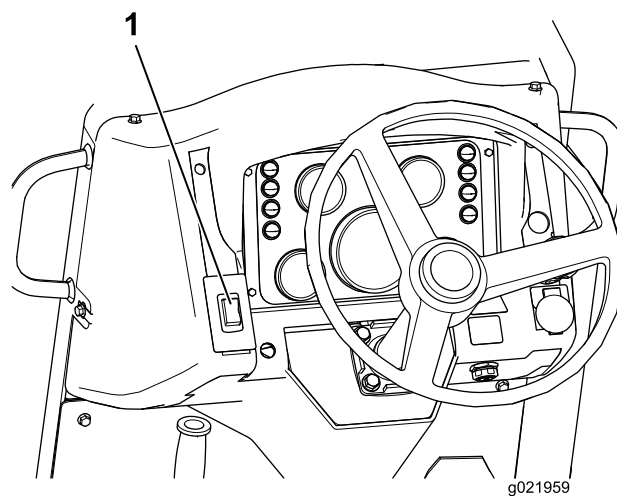

Рисунок 25
1. Нажмите переключатель стояночного тормоза (Рисунок 25) вверх, чтобы включить стояночный тормоз.